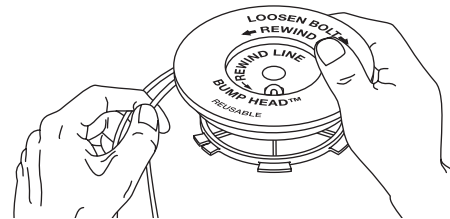

Fig. 28
7. Enroulez les fils en couches uniformes serrées sur le moulinet (Fig. 28). Enroulez le fil dans le sens indiqué sur le moulinet intérieur. Placez votre index entre les deux fils pour les empêcher de se superposer. Ne superposez pas les extrémités du fil. Passez à l'étape 11.